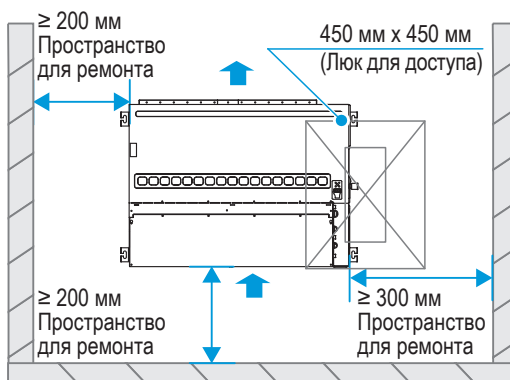

Рис. 1
- ✓ Должно быть обеспечено достаточное пространство для монтажа и технического обслуживания. (См. рис. 1)